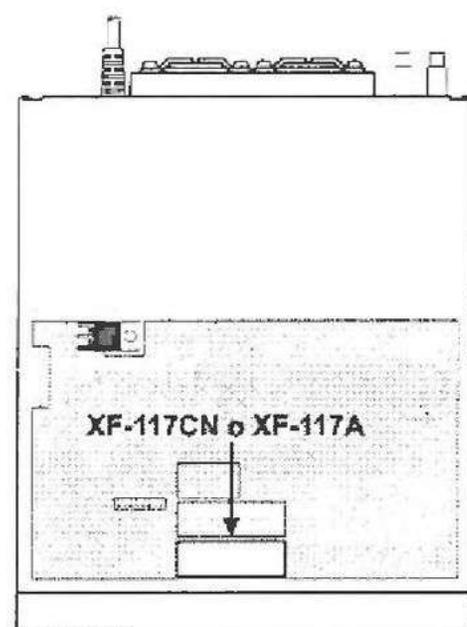

figura 2
4. Riferirsi alla figura 2 e localizzate la zona sull'unità principale dove vanno montati i filtri opzionali. Inserirli nella rispettiva sede premendo delicatamente a fondo.